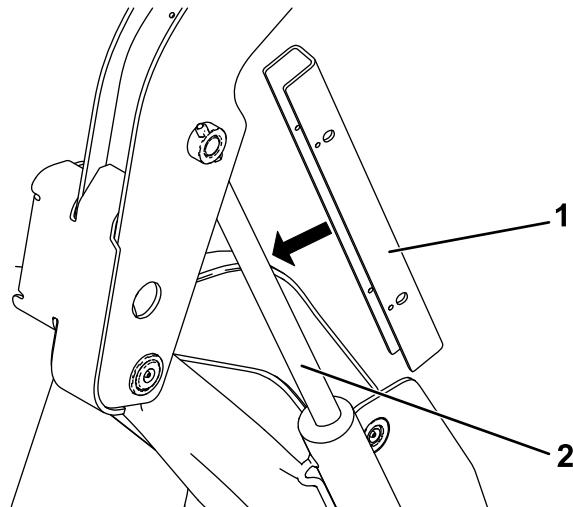

Figure 35
5. Glissez les dispositifs de blocage de vérin sur la tige du vérin (Figure 35).